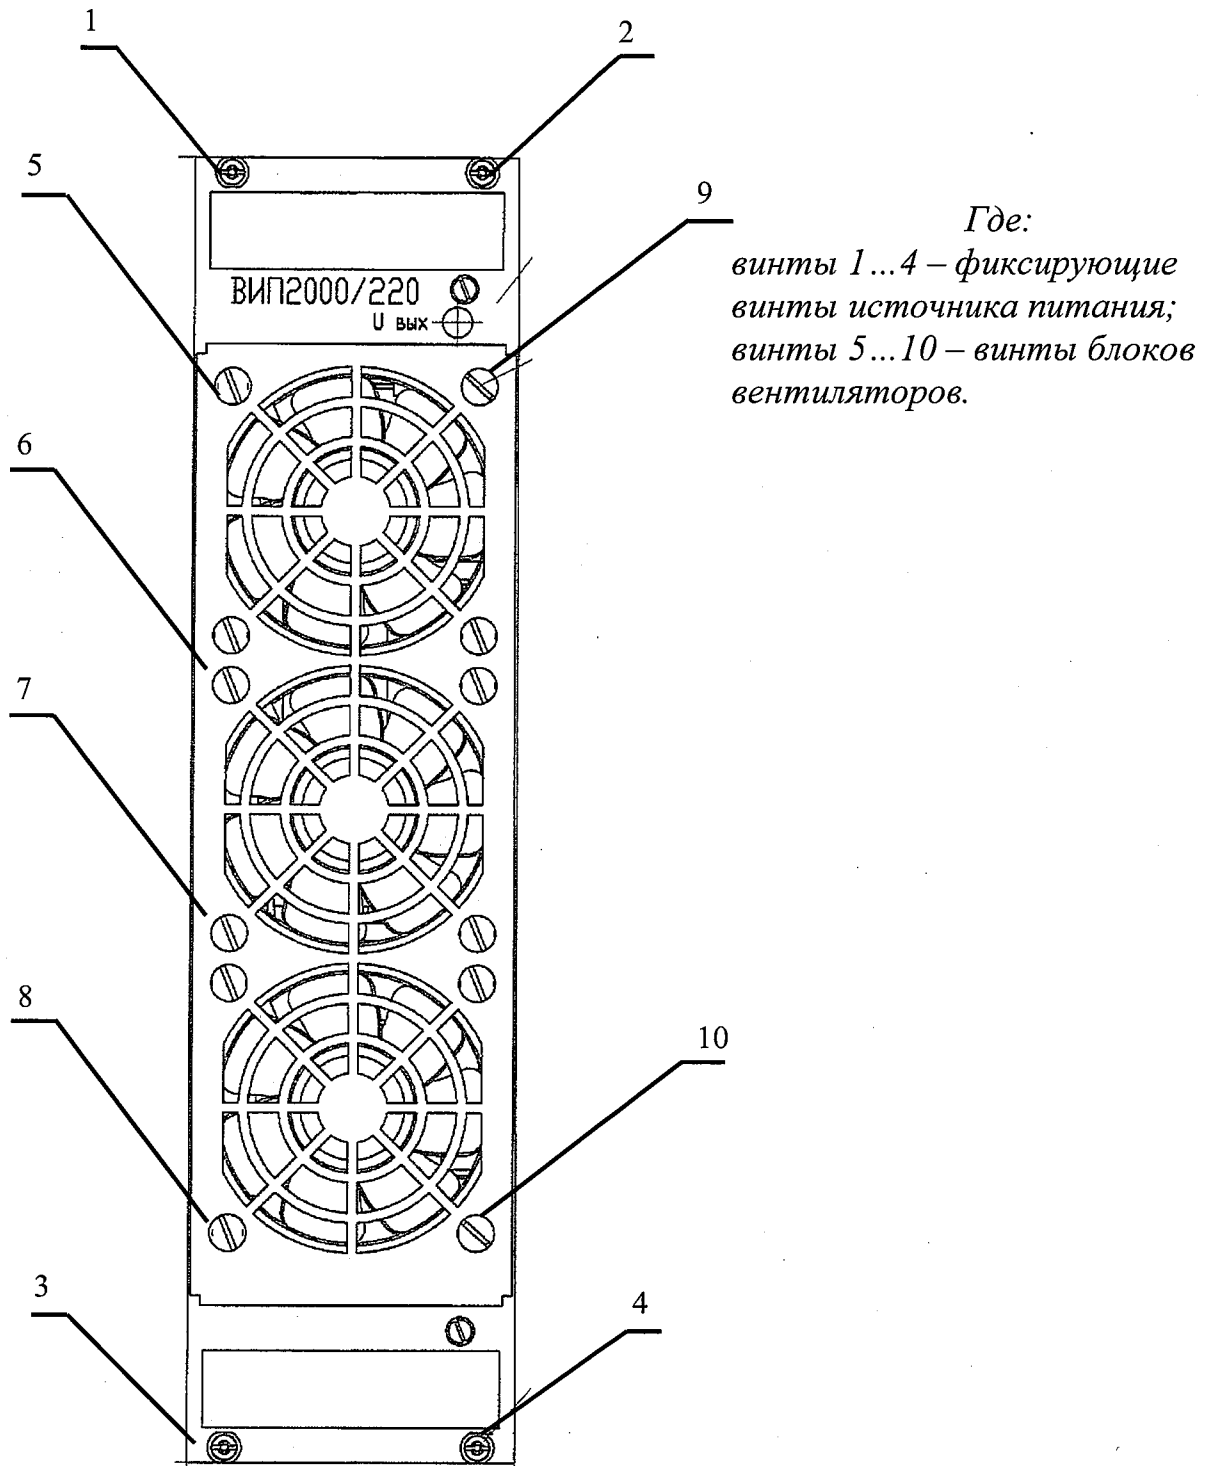

Рис.1 - Расположение винтов крепления узла вентиляторов
7.3 Открутить четыре фиксирующих винта 1...4 (рис.1), извлечь источник из крейта электропитания.
7.4 Открутить винты 5...10 (рис.1) для освобождения узла вентиляторов.